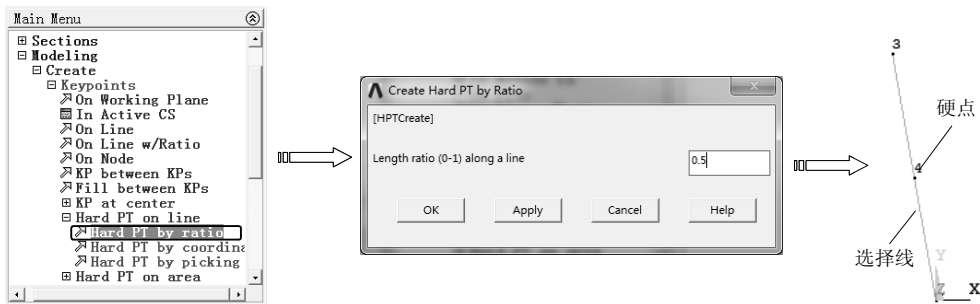

图 2-23 在线上创建硬点
(1) 在线上创建硬点 选择“Main Menu>Preprocessor>Modeling>Create>Keypoints>Hard PT on line>Hard PT by ratio”命令，弹出“Hard PT by ratio”对话框，提示用户用鼠标在图形窗口中单击左键选中已知的线，单击“OK”按钮，弹出“Create Hard PT by Ratio”对话框，输入比率值后单击“OK”按钮，创建一个硬点，如图2-23所示。